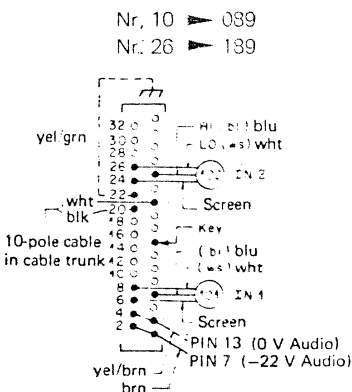

Fig. 6.2.–3
- gemäss Fig. 6.2.–3 und 6.2.–4 verdrahten.
- Meterprint abschrauben, Korrelations-Instrument befestigen und verdrahten nach Fig. 6.2.–5.